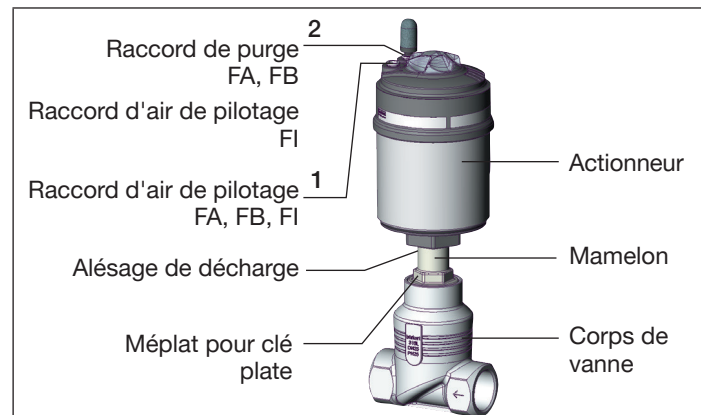

Figure 26 : Désignation des pièces
- Avec les **fonctions A et I**, alimenter le raccord d'air de pilotage 1 à 6 ... 8 bars (voir « Figure 26 : Désignation des pièces »).
- Avec la **fonction B**, alimenter le raccord d'air de pilotage 2 à 6 ... 8 bars (voir « Figure 26 : Désignation des pièces »).